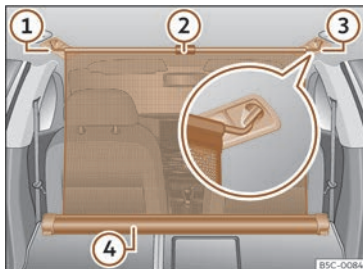

Fig. 135 Al maleter: xarxa de separació enganxada amb els respallers del seient posterior abatuts.
- Estireu la llengüeta cap amunt»» **fig. 135 ②** per treure la xarxa de la carcassa »» **fig. 135 ④**.
- Subjecteu la xarxa de separació al costat dret o esquerre»» **fig. 135 ③** (imatge ampliada).
- Subjecteu la xarxa de separació a l'allotjament de l'altre costat»» **fig. 135 ①** estirant la barra.
La xarxa de separació està correctament muntada quan els extrems en forma de T estan enganxats fermament en els allotjaments corresponents»» **fig. 135 ③ i ①**
- Enrotlleu la xarxa a la carcassa»» **fig. 135 ④** abaixant-la amb la mà.